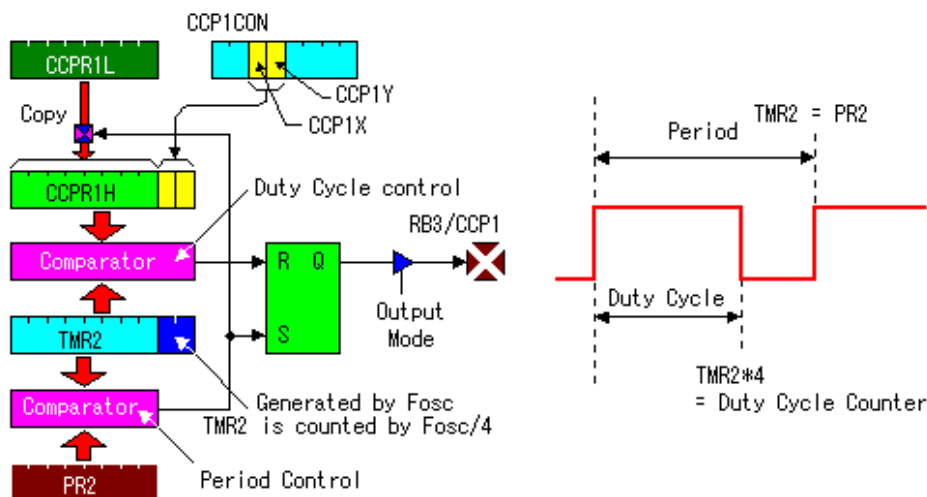

Figura 1.86: Estructura interna del módulo CCP1 cuando funciona en modo PWM y señal PWM
- **PWM.** Con este modo de trabajo, se consiguen impulsos lógicos cuya anchura del nivel alto es de duración variable, que son de enorme aplicación en el control de dispositivos tan populares como los motores y triacs. (Duty). PWM usa el temporizador2 (ver figura 1.86).